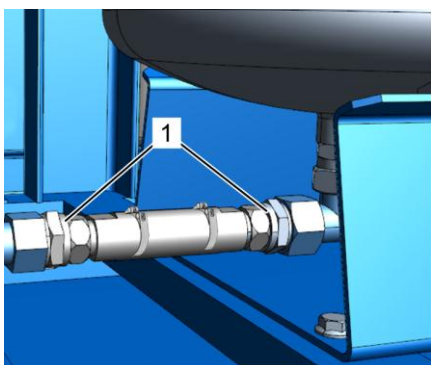

Рис. 71: Анод протекторной защиты
6. Отсоедините два резьбовых соединения анода протекторной защиты (Рис. 71/1).
9. Приклейте оба резьбовых соединения на аноде протекторной защиты (Рис. 71/1) при помощи средства LOCTITE® 577 и закрутите их.